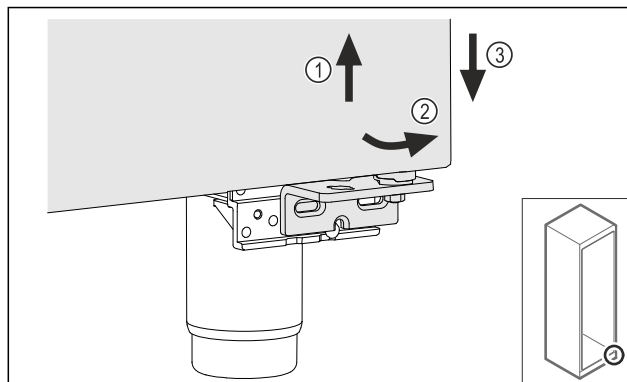

Fig. 19
- ▶ Vrata rahlo dvignite Fig. 19 (1) in jih spodaj nagnite Fig. 19 (2) ter spustite Fig. 19 (3).